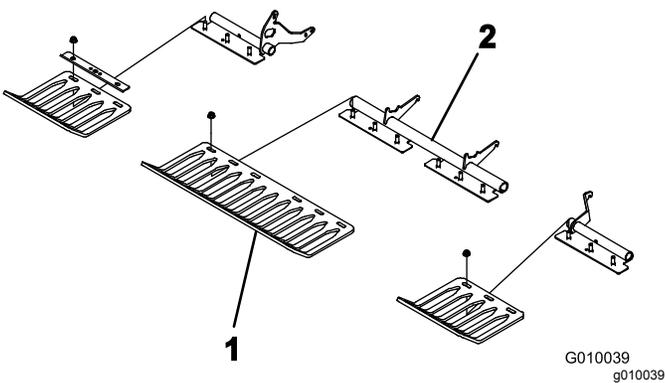

Bild 24
4. Befestigen Sie die Rasenschutzvorrichtungen mit 4 Rasenschutzklemmen und 12 Bundmuttern lose an den Halterungen der Rasenschutzvorrichtung (Bild 24). Ziehen Sie die Bolzen nicht fest.
Hinweis: Die Rasenschutzklemmen und die Bundmuttern sind bei der Lieferung an den Halterungen der Rasenschutzvorrichtung befestigt (Bild 24).